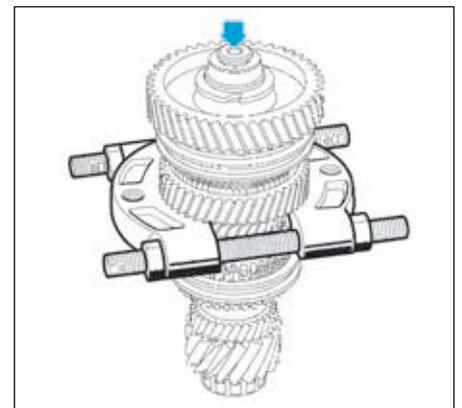

FIG.24
- Déposer, à l'aide d'une presse et d'un décolleur l'ensemble "bagues - pignons - moyeux" en prenant appui sous le pignon de 2^e (Fig.24).